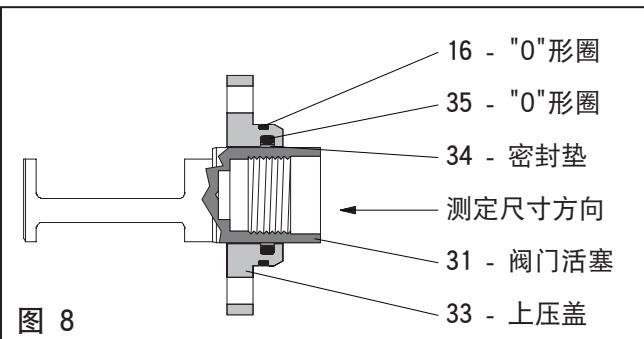

图 8
25. 润滑阀门活塞 (31)，小心将它推入上压盖 (37)，以确定密封垫 (38) 尺寸，然后取出阀门活塞 (如下图 8 所示)。